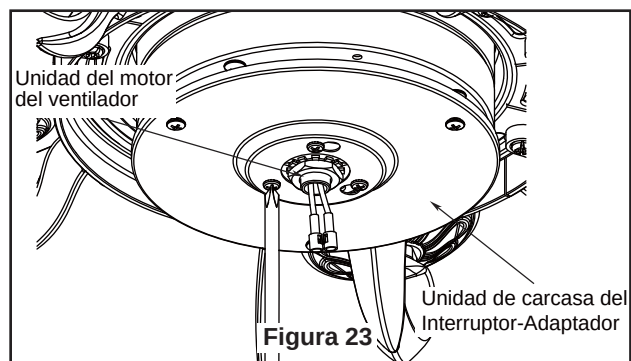

Figura 23
3. Extraiga uno de los tres tornillos del en la unidad del motor. Afloje levemente los otros dos tornillos. Instale el ensamble de unidad de carcasa del interruptor-adaptador en el unidad del motor del ventilador usando los dos chaveteros del ensamble. Vuelva a colocar el tercer tornillo y asegure los tres tornillos. (Figura 23)